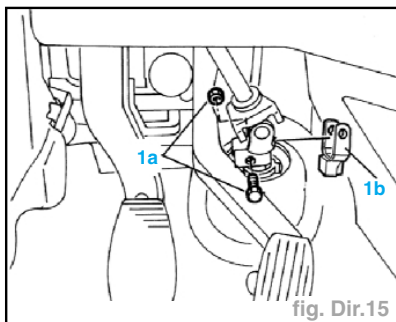

fig. Dir. 15
- Dévisser le boulon de fixation du cardan (1) (fig. Dir. 15).